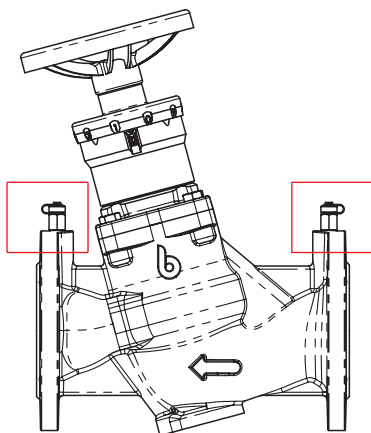

FIG.2A
- Le prese di pressione sono auto-sigillanti. Svitare il cappuccio della presa di pressione e inserire la sonda (fig. 2A).
- Pressure test plugs are self-sealing. Unscrew the pressure test plug cap and insert the probe (fig. 2A).